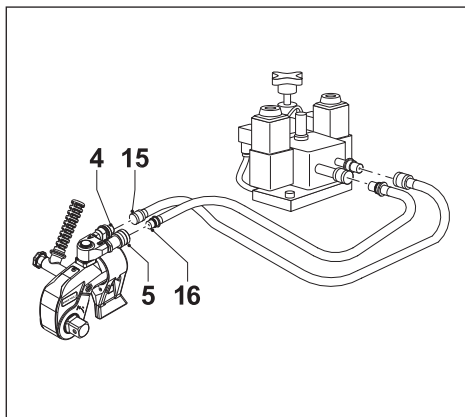

Fig. 7
3.7 Montagem das mangueiras (fig. 7)